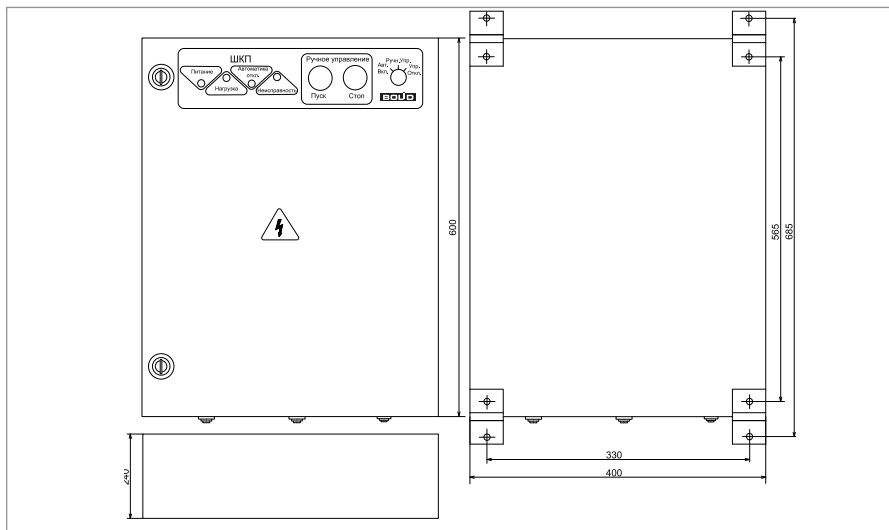

Рисунок 40. Внешний вид, габаритные и установочные шкафов контрольно-пусковых «ШКП-45», «ШКП-75», «ШКП-110», «ШКП-45RS», «ШКП-75RS», «ШКП-110RS»
1. Наметьте на стене места для четырех установочных отверстий в соответствии с габаритным чертежом (см. Рисунок 40).